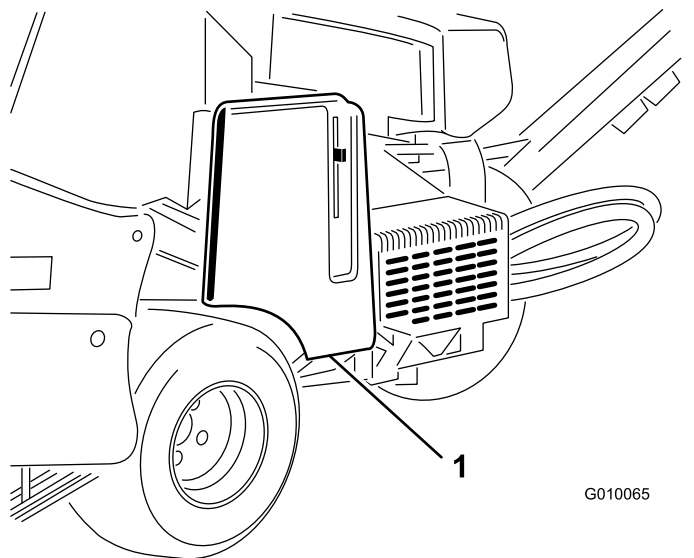

**Figura 56**
2. Destrancue e retire a cobertura da correia (Figura 56).